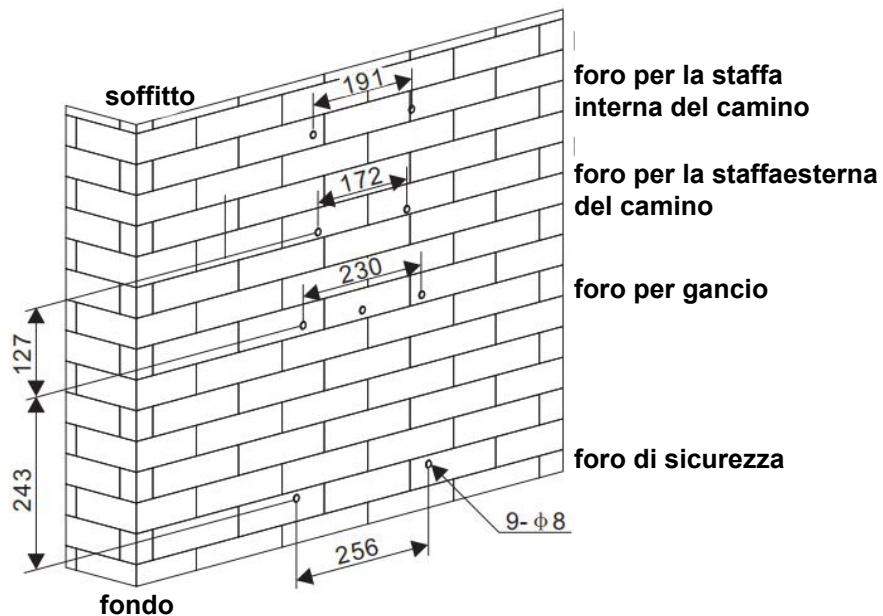

Fig. 2
- Dopo aver verificato l'altezza di installazione della cappa. Praticare 9 fori di $\varphi 8$ per il gancio, la staffa interna al camino, la staffa esterna al camino e i fori di sicurezza, quindi inserire i tasselli nei fori. Vedere le figure 2 e 3. Fissare il gancio e la staffa interna del camino alla parete con viti ST4*40 mm. Vedere la figura 4.